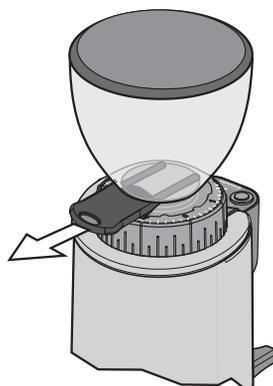

Fig. 8
-  **Controlar que el obturador de la tolva esté completamente abierto hasta el final de la carrera (último clic) (véase Fig. 8).**